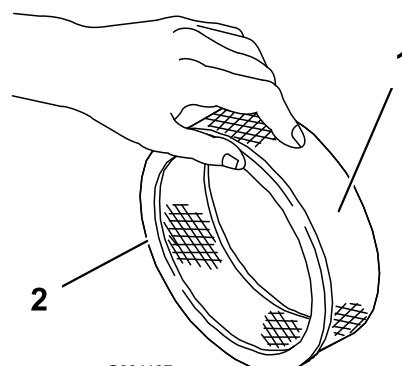

Figura 157
5. Inspeccione el elemento de papel por si estuviera roto, tuviera una película aceitosa o la junta de goma estuviera dañada (Figura 157).